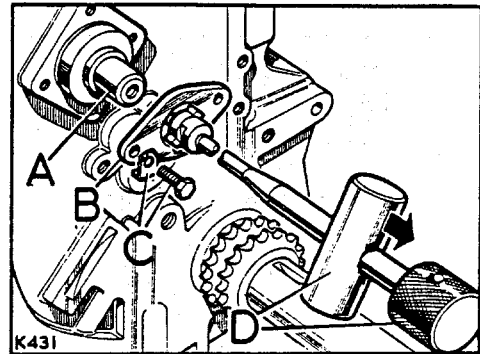

Abb. A1-145. Nockenwelle ausbauen
3. Bei vorschriftsgemäss eingestelltem Endspiel ist das Nockenwellenrad abziehen, um die Druckplattenbefestigungen zu sichern. Nockenwellenrad wieder montieren. Siehe Abb. A1-145.